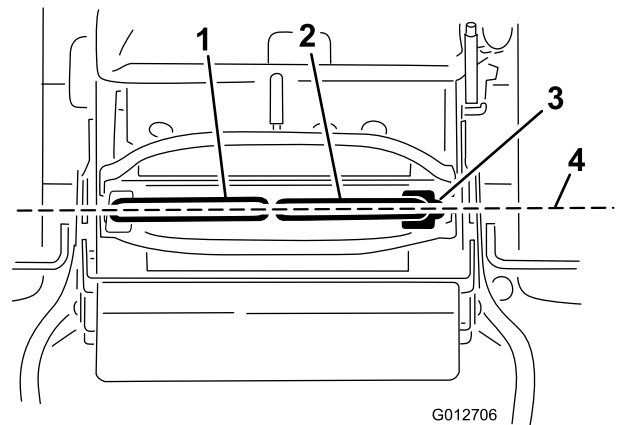

図 70
重要 走行コントロールレバーの調整を行った後は、走行状態を確認してください。コントロールレバーの前後整列調整も、同じ手順で行ないます 図 70。
1. 水平調整が終わったら、両方の走行コントロールレバーを前方に少し押し各リンクの遊びをなくし、その状態で両レバーが前後に揃っているかどうかを点検する 図 70。